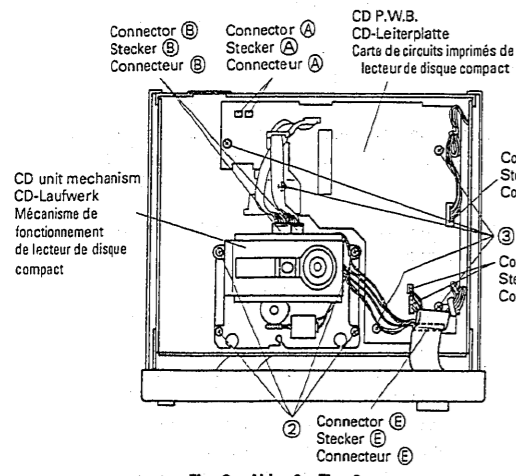

Fig. 2 Abb. 2 Fig. 2
2. Mécanisme de fonctionnement de lecteur de disque compact (Fig. 2)
(1) Après avoir retiré la plaque supérieure, retirer les 4 vis de fixation ② et débrancher les connecteurs B (à 2 endroits) et les connecteurs C (à 2 endroits).
3. Carte de circuits imprimés de lecteur de disque compact (Fig. 2 et 3)
5. Étage de lecteur de disque compact (Fig. 2 et 3)